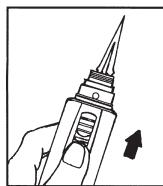

Abb. 3
3. Den Zünder zum Entzünden des Gases nach vorne schieben. 2 Sekunden warten, bevor der Zünder losgelassen wird. Siehe Abb. 3.